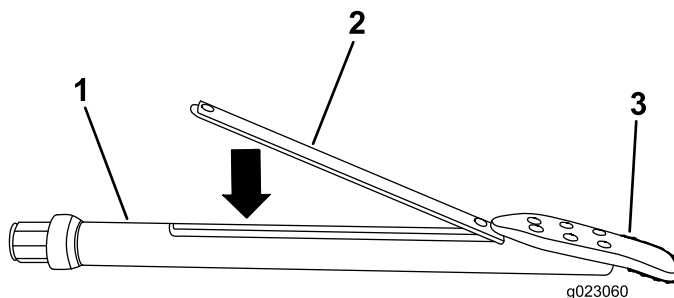

Figura 39
3. Introduza o transmissor no alojamento com a extremidade dianteira voltada para a pá de perfuração (Figura 39).